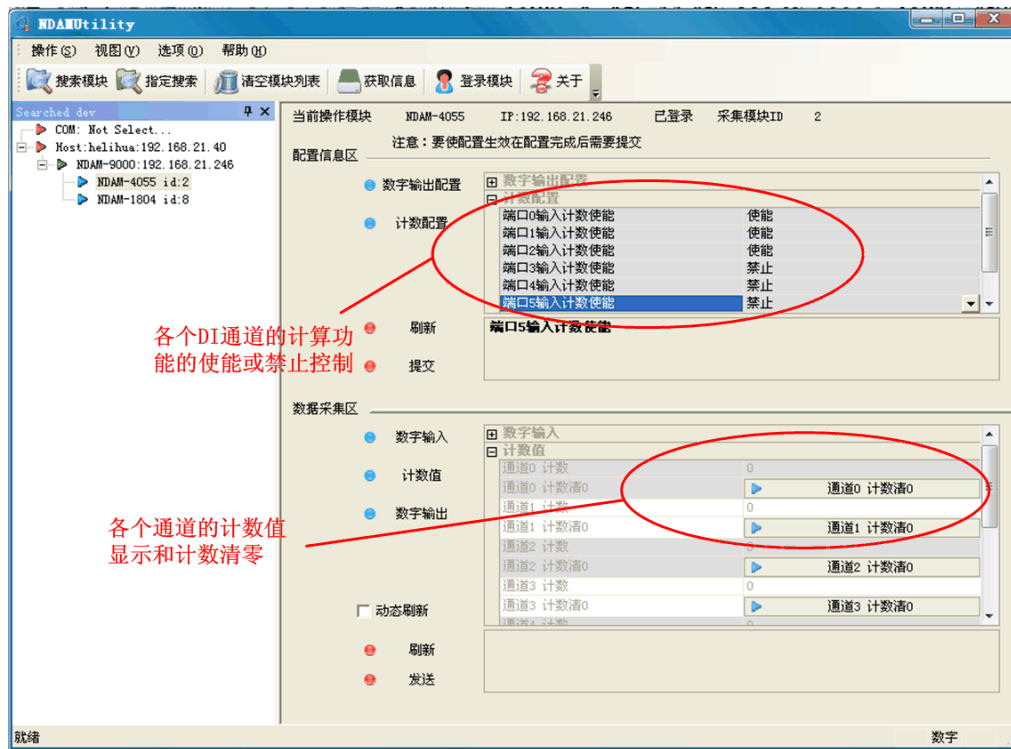

图 4.8 DI 的计数功能
⑧ 新版的 NDAM-4055 的 DI 通道增加了计数功能，在计数配置中可以使能或禁能每个 DI 通道的计数功能，数据采集区中的“计数值”显示各个通道的计数值并且每个通道可以独立计数清零，如图 4.8 所示。